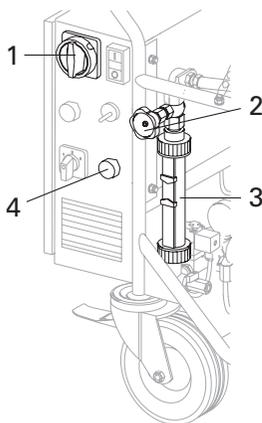

Рис. 16: Установка консистенции материала
- Установите главный выключатель в положение «1» (Рис. 16, 1)
- Нажмите и держите кнопку «Подачи воды» (Рис. 16,4) и следите визуально за показаниями расходомера воды (Рис. 16, 3)
- Измените количество воды с помощью крана точной регулировки (Рис. 16, 2)